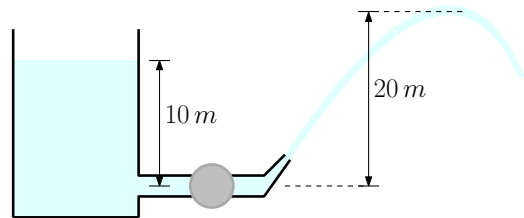

Figura 10: Bocal.
**Exercício 10.** No bocal da figura 10, o diâmetro de saída é de  $2\text{ cm}$ . Sabendo que